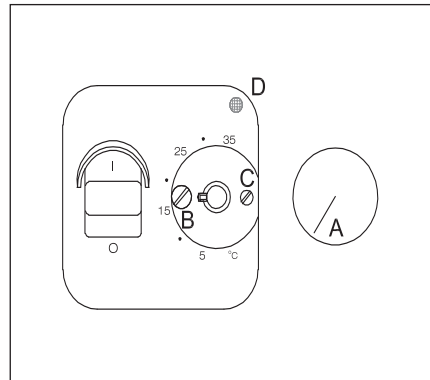

Fig. 2 OTN-1991-SH
- Abb. 2 Anschluss für OTN-1991-SH
- Fig. 2 Aansluiting van OTN-1991-SH.